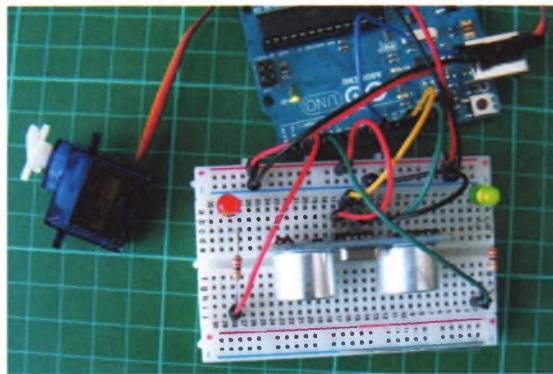

РИСУНОК 18.3
- Подключите шины макетной платы к контактам 5V и GND платы Arduino. Собранная цепь показана на рис. 18.3.